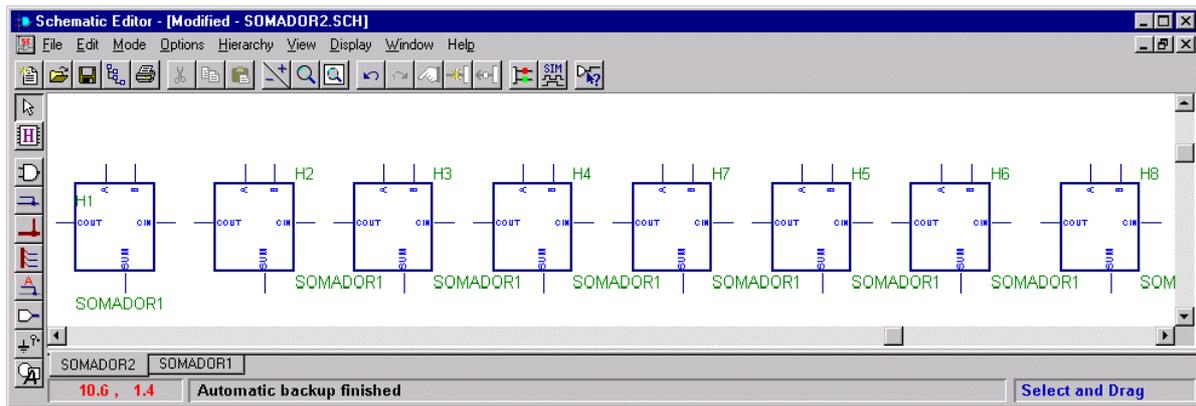

Figura 10 – Esquemático do somador de 8 bits, com 8 instâncias do FA.
4. O esquemático neste ponto deve ser semelhante ao esquemático da Figura 10.